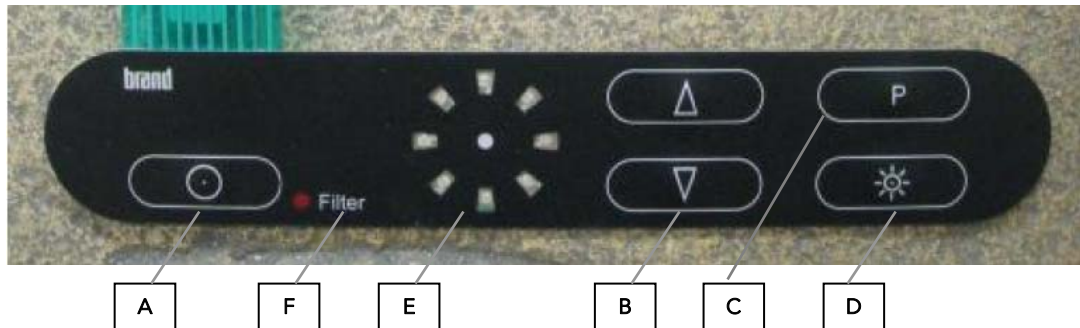

Bild 5
4. Schritt Bild 5
- Flachbandkabel (D) an Folientastatur (A) anschliessen. Beachten Sie bitte, dass der kleinere Stecker mittig angeschlossen wird.